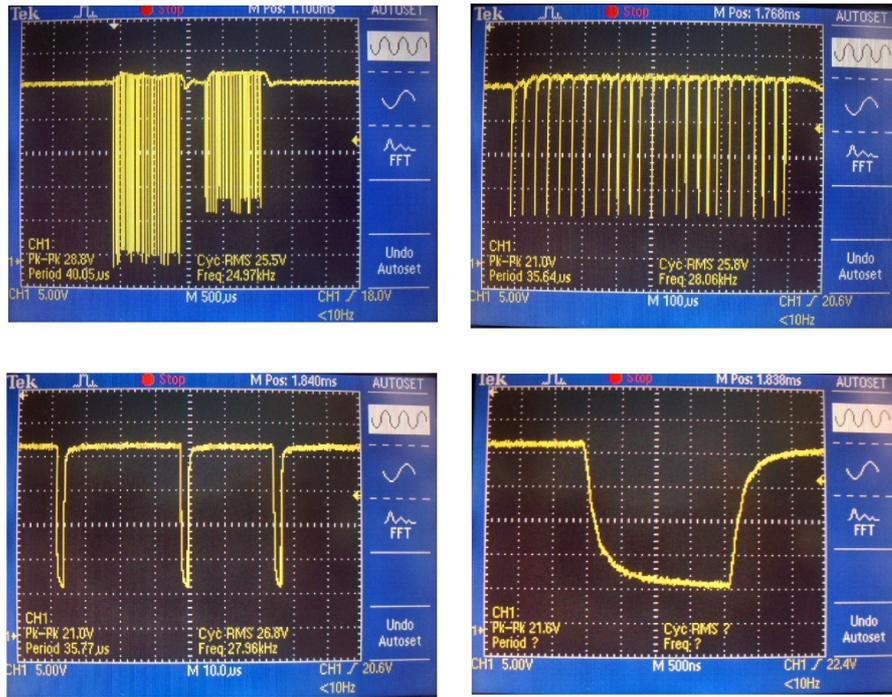

Рисунок 19
- 6) Подключить общий вход осциллографа к выходу «ИПЛ-» канала 1 блока УСЛ-АС, сигнальный вход осциллографа к выходу «ИПЛ+» канала 1. При помощи осциллографа наблюдать форму сигнала запроса БКД-М и ответа УСЛ-АС. Запомнить на экране осциллографа форму сигналов запроса и ответа (рисунок 19).